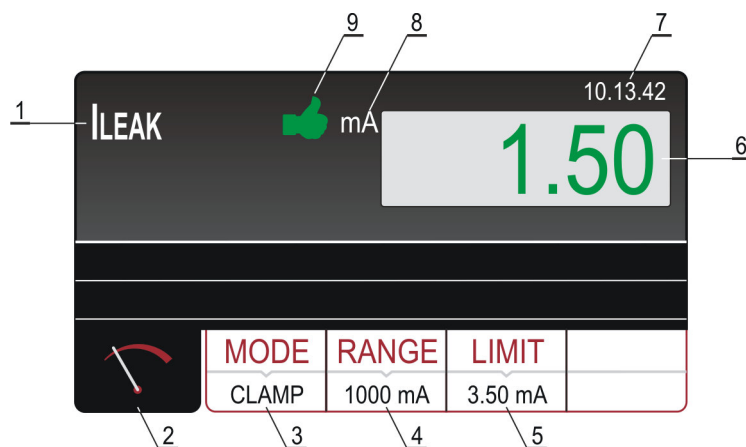

Abb. 42: Bildschirmseite mit den Testergebnissen ILEAK im Modus ZANGE
- 7) Starten Sie die Messung durch Drücken der **START/STOP** Taste. Die Messung wird durch ein erneutes Drücken der **START/STOP** Taste aktiviert/deaktiviert. Das Testergebnis wird grün angezeigt wenn es niedriger oder gleich oder rot angezeigt wenn es höher ist als der eingestellte Grenzwert. Das Endergebnis wird zusammen mit dem grünen Symbol und einem kurzen Signalton (Ergebnis OK) oder zusammen mit dem roten Symbol und einem längeren Signalton (Ergebnis NICHT-OK) angezeigt. Die Abbildung 42 zeigt ein Beispiel der Bildschirmseite mit den Messergebnissen.